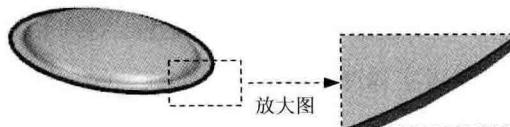

图 1.8 选取模型边线
(2) 选取图 1.8 所示的模型边线为路径，在**平面位置**区域的**位置**下拉列表中选择**弧长百分比**选项，然后在**弧长百分比**后的文本框中输入数值 50，单击**选择水平参考 (1)**后的**按**钮。